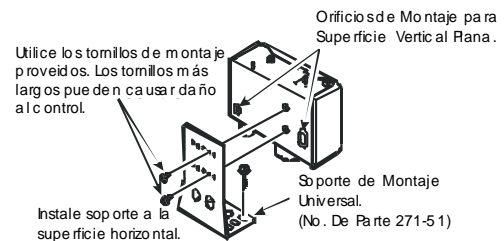

Figura 3: Montaje de Controles de Presión Doble con Cajas NEMA 1
- Use los dos orificios interiores con el soporte de Instalación Universal (y los tornillos proveídos) cuando instale el control en una superficie horizontal plana. Ver Figura 3.